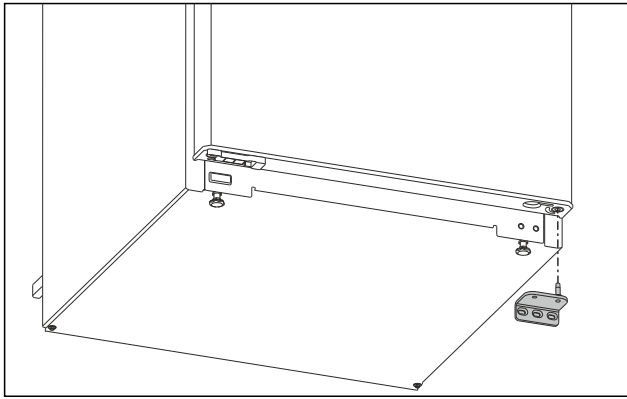

Fig. 7
- Lagerbock nach unten abnehmen. (siehe Fig. 7)